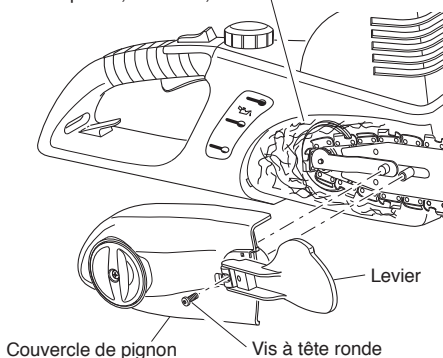
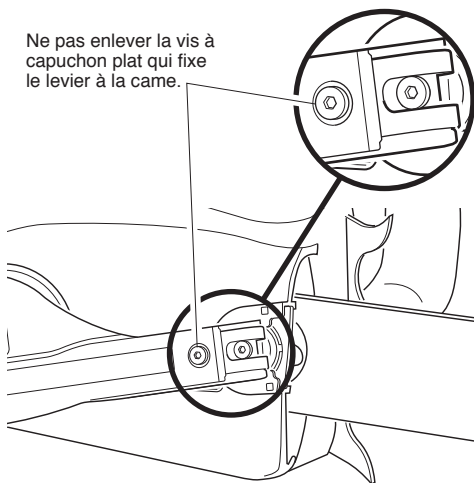

Figure 14 - Enlèvement du couvercle de pignon et nettoyage des débris
Figure 15 - Emplacement de la vis du levier et de la came
2. Agripper le levier de réglage de la tension de la chaîne pour l'ouvrir (voir la Figure 14).
4. Au moyen d'une clef Allen de 5/32 po, desserrez la vis à tête ronde qui fixe le levier et le couvercle du pignon au corps de la tronçonneuse (voir la Figure 14). *Note* : Ne pas enlever la vis à capuchon plat qui fixe le levier à la came (voir la Figure 15).